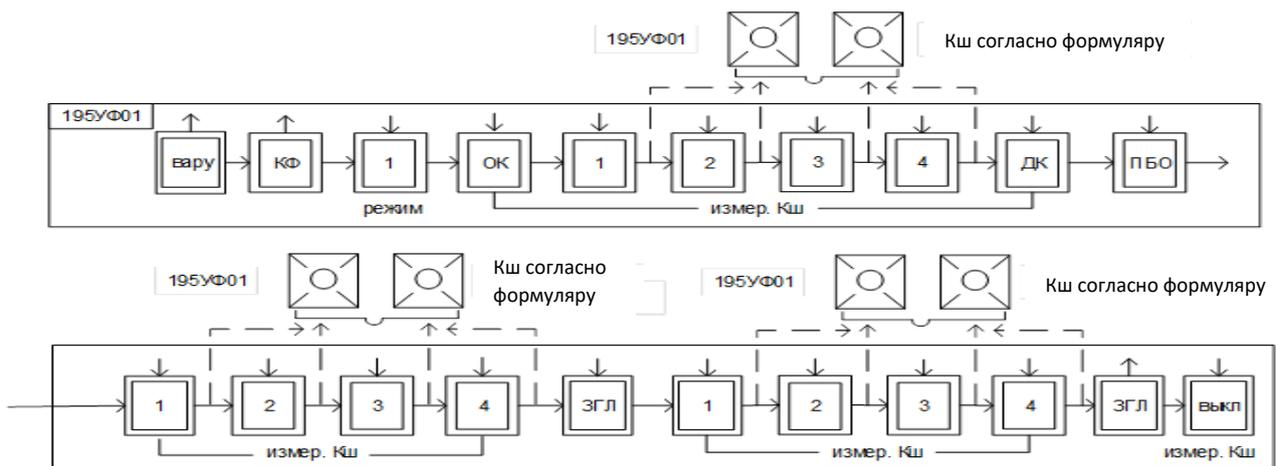

Рис. 7.11. Проверка приемного устройства
5. Проверка приемного устройства (рис. 7.11).